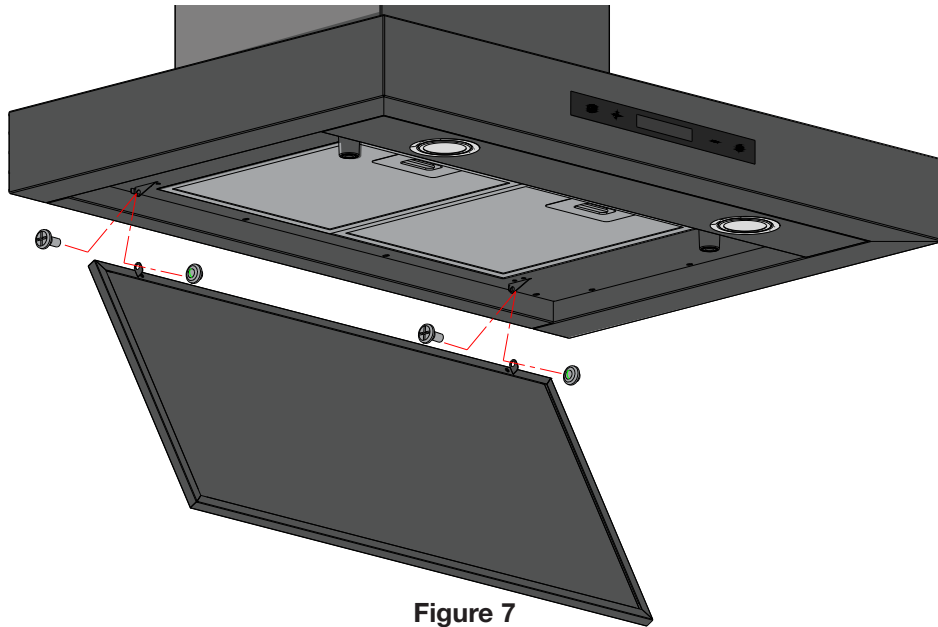

Figure 7
- Retirer les vis et les écrous, puis les utiliser pour installer le panneau facile à nettoyer (voir la figure 7).